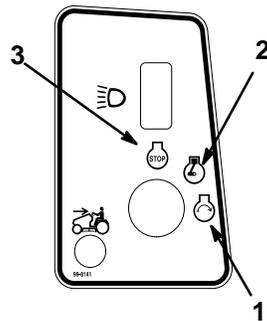

Figure 10
6. Tourner la clé de contact dans le sens des aiguilles d'une montre jusqu'en position de DEMARRAGE (Fig. 10), la maintenir jusqu'à ce que le moteur démarre, puis la lâcher.
2. Tourner la clé de contact sur ARRET (Fig. 10).